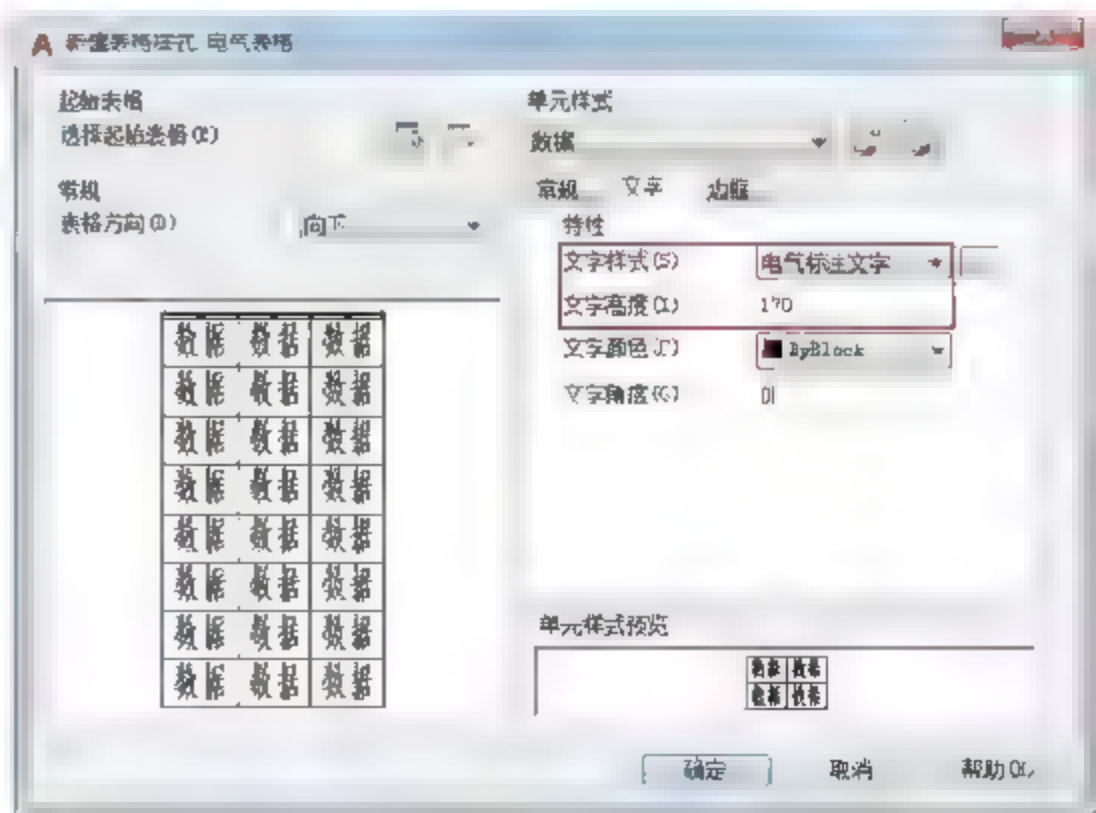

图10-55 【文字】选项卡
**05** 选择【文字】选项卡，设置【文字样式】和【文字高度】，如图10-55所示。